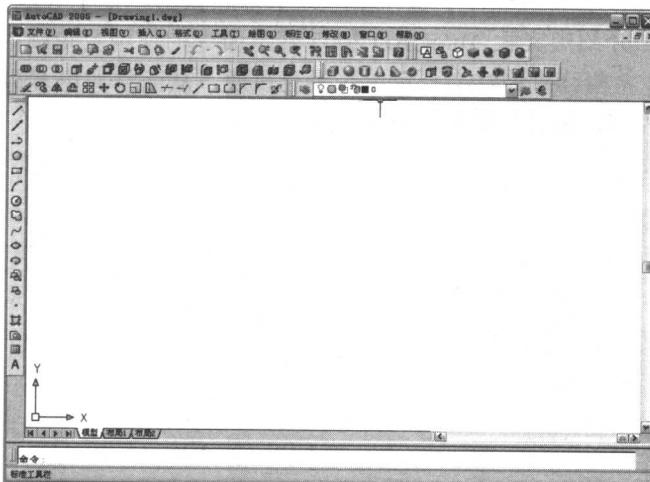

图 1-1
(1) 启动程序。在桌面上双击中文 AutoCAD 2005 应用程序图标或单击“开始”|“程序”|“Autodesk”|“AutoCAD 2005-Simplified Chinese”|“AutoCAD 2005”命令，打开“AutoCAD 2005”窗口，如图 1-1 所示。